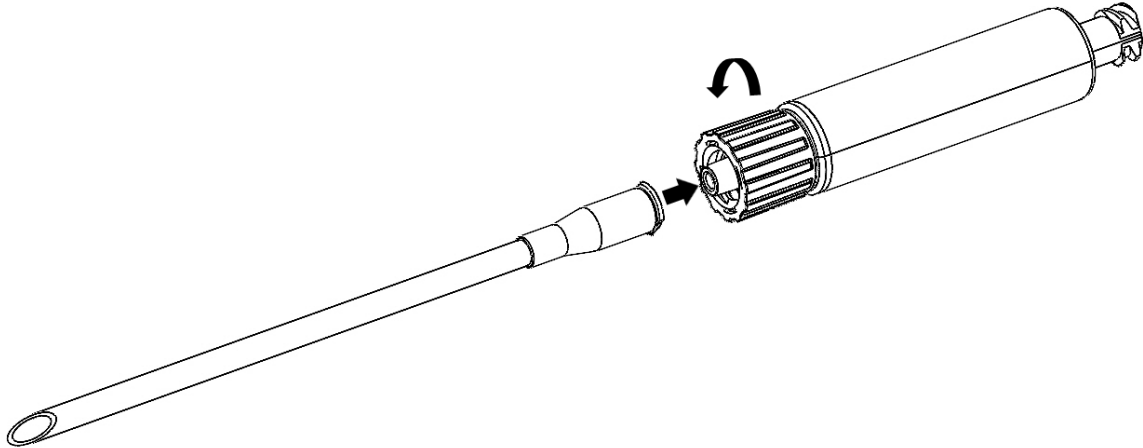

Figure 2. Raccordement de l'aiguille de décompression/dispositif de thoracostomie au Capnospot
5. Brancher le raccord Luer mâle du Capnospot à la partie Luer femelle d'une aiguille ou d'un dispositif de thoracostomie comme indiqué sur la figure 2 ci-dessous.